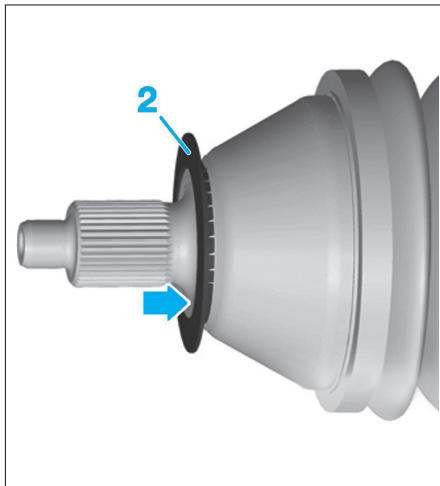

FIG. 14
- Veiller à ce que le joint déflecteur (2) soit complètement agrafé dans la transmission (Fig.14).